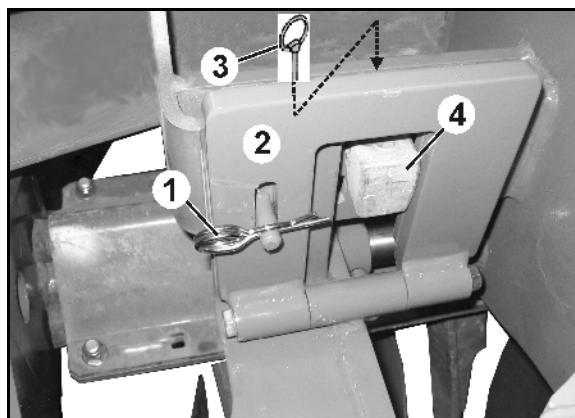

Рис. 28
1. Ослабьте пружинный зажим (Рис. 28/1) фиксирующей ручки.
2. Опустите вниз фиксирующую ручку (Рис. 28/2).
4. Ослабьте пружинный фиксатор (Рис. 28/3) эксцентрикового пальца.
5. Поставьте эксцентриковый палец (Рис. 28/4) в нужное гнездо.
3. Ослабьте пружинный фиксатор (Рис. 28/3) эксцентрикового пальца.